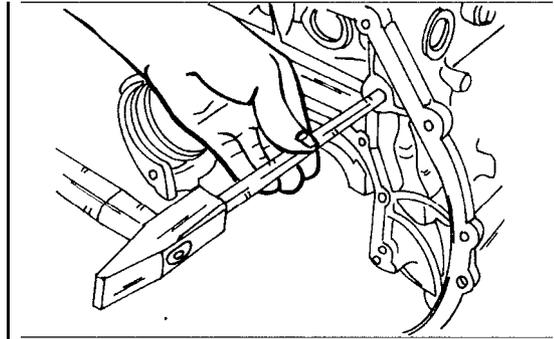

Bild 130
- Beide Stahlkugeln mit einem Stahlstab von 14 mm Durchmesser und ca. 550 mm Länge von hinten nach vorn herausschlagen, wie es Bild 130 zeigt.